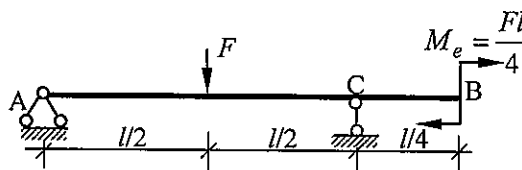

图 19
- 7 采用能量法, 求图 19 中所示梁的截面 B 的挠度和转角。EI 为常数。(15 分)